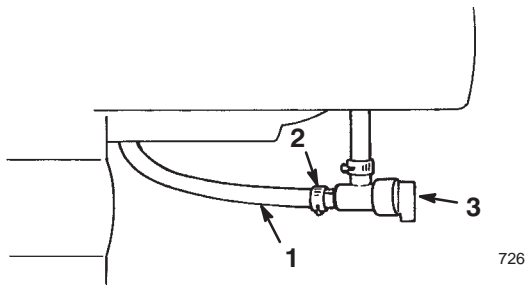

Figure 23
4. Ouvrez le robinet d'essence situé au-dessous du réservoir de carburant (Fig. 23).
5. Fermez le robinet d'essence (Fig. 23).